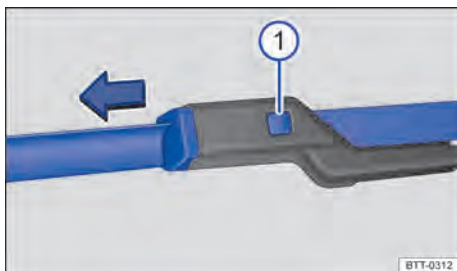

Fig. 164 Substituir as palhetas dos limpadores do para-brisa.
- Manter o botão de destravamento → Fig. 164 ① pressionado e, ao mesmo tempo, retirar a palheta do limpador do para-brisa no sentido da seta.